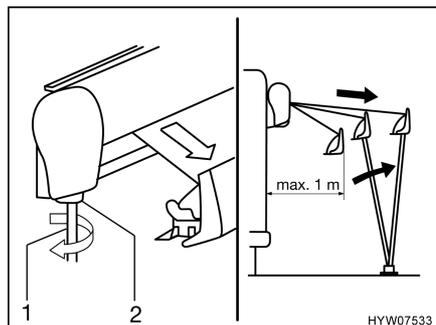

Fig. 10 Estrazione della tenda
- Inserire la manovella (Fig. 10,1) nel supporto a baionetta (Fig. 10,2) della tenda e girarla in senso antiorario. La tenda si apre dopo un paio di rotazioni.